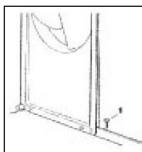

Fig 20.
2) Assembler la tête de production au bac de stockage au moyen des 2 vis fournies (Fig 20)